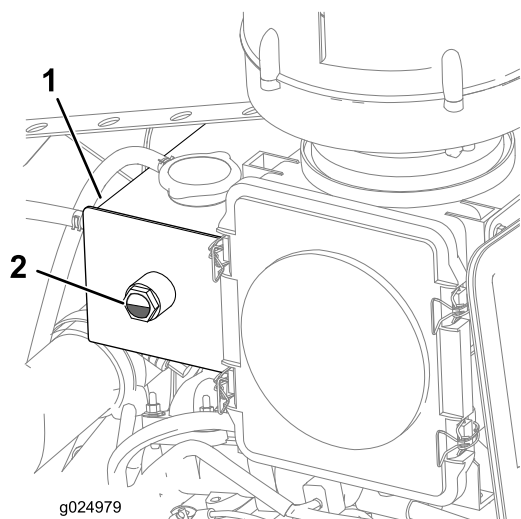

Figura 26
- Compruebe el nivel de refrigerante del depósito (Figura 26).
Nota: Asegúrese de que el nivel del refrigerante esté entre 1/4 y 3/4 de la mirilla (Figura 26).